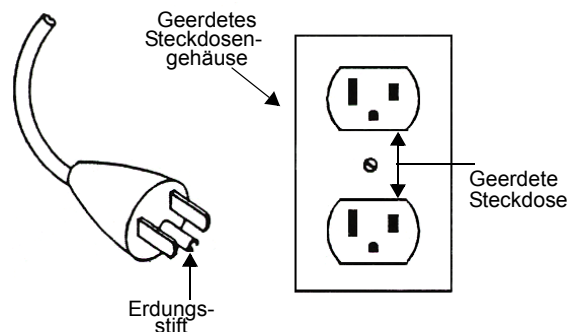

Abbildung 6 Erdungssteckdose und -steckverbinder
- ❑ Ist dieses Produkt für einen Stromkreis mit einer Nennspannung von 120 V vorgesehen, so ist dafür ein Erdungsstecker wie in Abbildung 6 abgebildet zu verwenden.